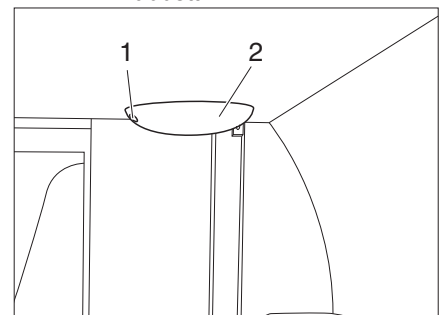

Bild 54 Nottrieb
Das elektrische Hubbett ist mit einem Nottrieb (Bild 54, 2) ausgestattet. Bei einem elektrischen Ausfall kann das Hubbett mit einer Kurbel manuell bewegt werden. Die Kurbel befindet sich in der Tasche mit den Bedienungsanleitungen.
- Kurbel in die Öffnung (Bild 54, 1) am Nottrieb stecken und so lange drehen, bis sich das Hubbett auf der gewünschten Höhe befindet.